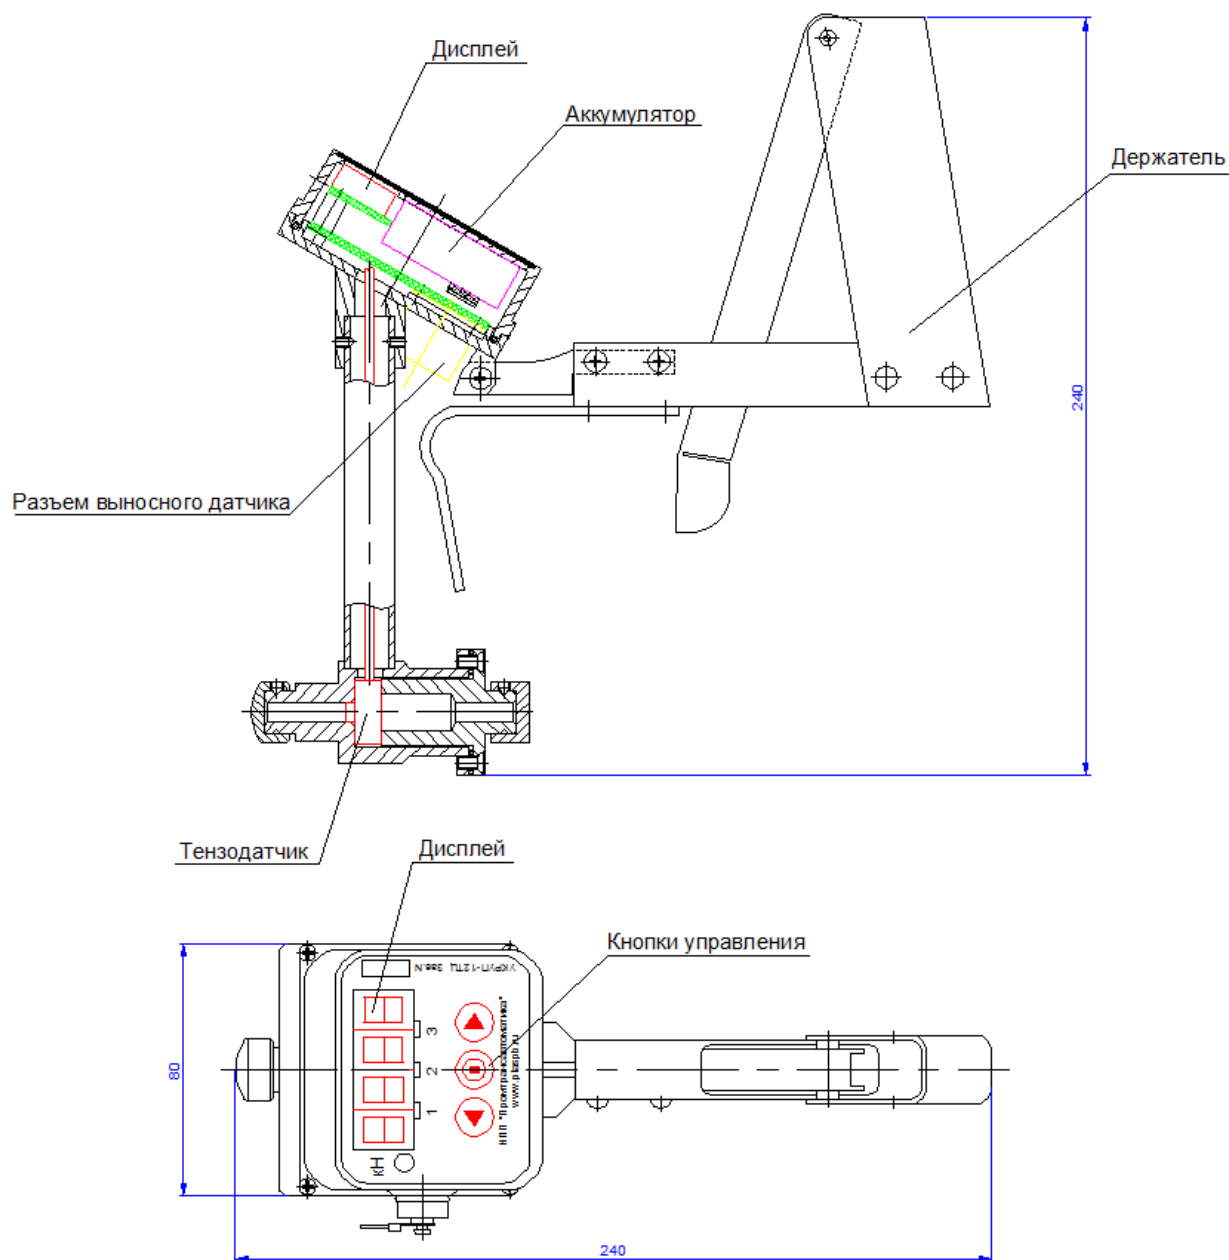

Рисунок 36. Общий вид прибора.
1. Разъем для подключения выносного датчика измерения усилия на шибере привода на эскизе (Рисунок 36) обозначен, как «Разъем выносного датчика», на корпусе прибора обозначен «В.д.».